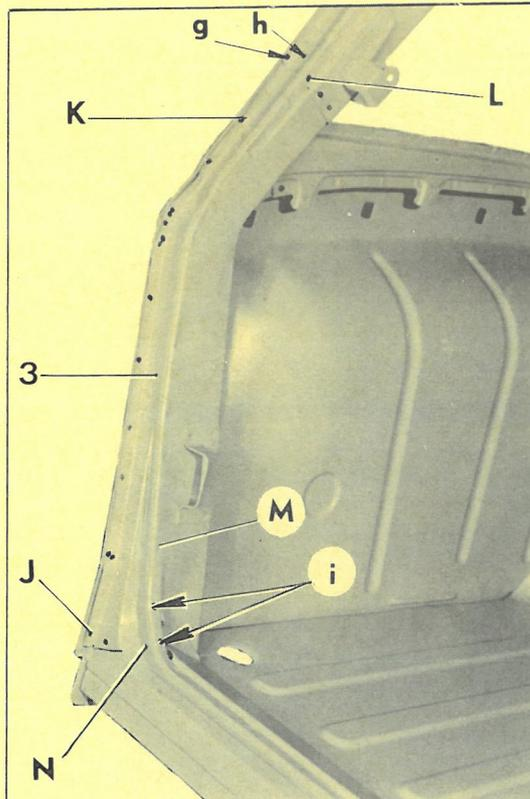

Fig. 6
Percer (fig. 6) :
Déposer la tôle de fermeture (3) formant gouttière (fig. 6).